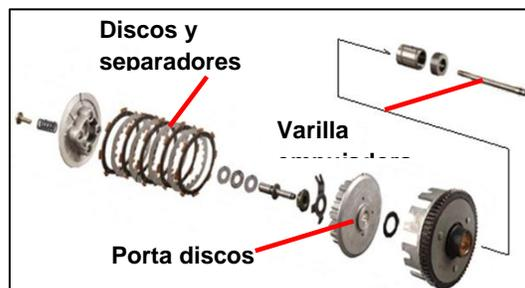

Fig. 5.109
9. Instale los discos de clutch del embrague y los discos de fricción en el porta discos **Fig. 5.109**